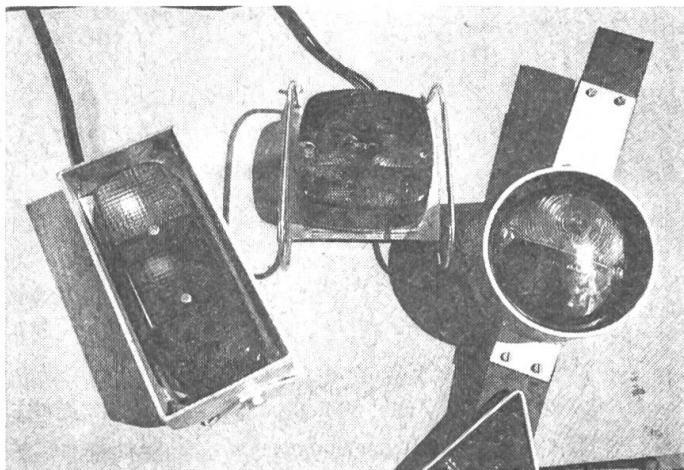

Abb. 3
- Die Leuchten müssen einen genügenden Schutz aufweisen (Abb. 3).